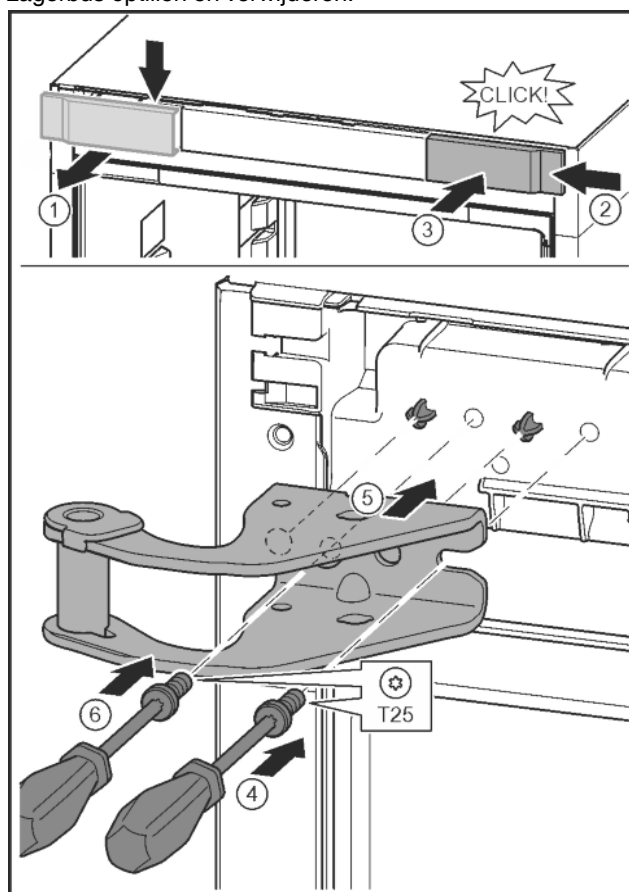

Fig. 15
- ▶ Afdekking losmaken en zijdelings verwijderen. Fig. 15 (1)
- ▶ Afdekking 180° gedraaid op de andere kant van rechts aanbrengen. Fig. 15 (2)
- ▶ Afdekking vastklikken. Fig. 15 (3)
- ▶ Schroef met schroevendraaier T25 aandraaien. Fig. 15 (4)
- ▶ Bovenste lagerbus plaatsen. Fig. 15 (5)
- ▶ Schroef vastdraaien. Fig. 15 (4)
- ▶ Schroef met schroevendraaier T25 aanbrengen en vastdraaien. Fig. 15 (6)